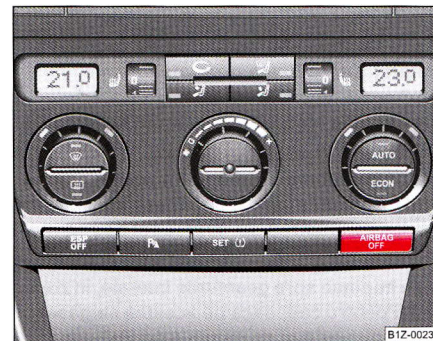

Fig. 170 Lampa de control a airbag-ului frontal al pasagerului din dreapta
- Dacă există airbag-uri dezactivate, acest lucru va fi semnalizat de către lampa de control **AIRBAG OFF** din centrul tabloului de bord ⇒ fig. 170.
- Verificați, dacă la punerea contactului motor se aprinde lampa de control airbag **AIRBAG OFF** din centrul bordului ⇒ pagina 202, fig. 170.
- Verificați, dacă la punerea contactului motor nu se aprinde lampa de control airbag **AIRBAG OFF** din centrul bordului ⇒ pagina 202, fig. 170.
Lampa de control airbag se găsește în centrul bordului ⇒ pagina 202, fig. 170.